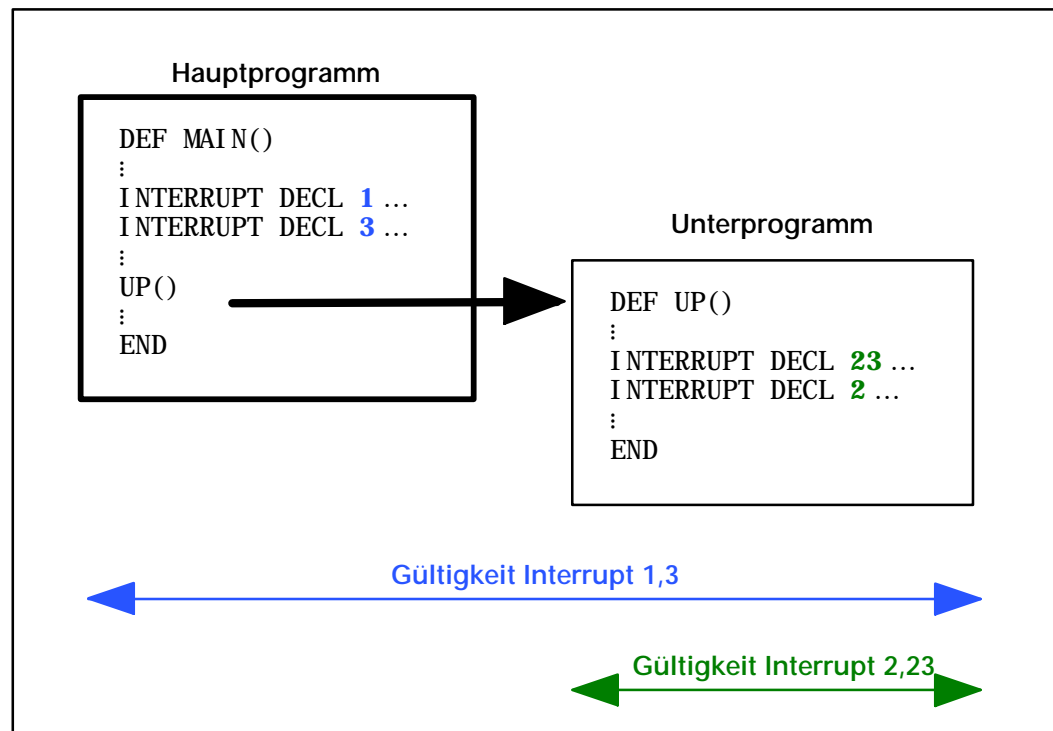

Abb. 37 Gültigkeitsbereich eines Interrupts abhängig vom Deklarationsort
- G** Ein Interrupt wird erst ab der Programmebene erkannt, in der er deklariert ist. In darüber liegenden Programmebenen wird der Interrupt trotz Aktivierung nicht erkannt. Das heißt, ein in einem Unterprogramm deklariertes Interrupt, ist im Hauptprogramm nicht bekannt (s. Abb. 37).